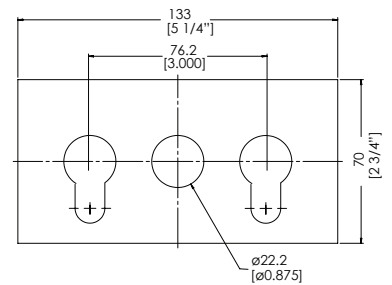

Fig. 2
Adjust the angle of luminaire using the trunnion for the large version (Fig. 2):
SLIPFITTER MOUNT (large luminaire version Fig. 2)
2. Remove the round cover by unscrewing the two screws (Fig. 2).
Régler l'angle du luminaire en utilisant l'étrier pour la version large (Fig. 2):
MONTAGE AVEC JOINT D'ARTICULATION (version large du luminaire, Fig. 2)
2. Enlever le couvercle rond en dévissant les deux vis (Fig. 2).